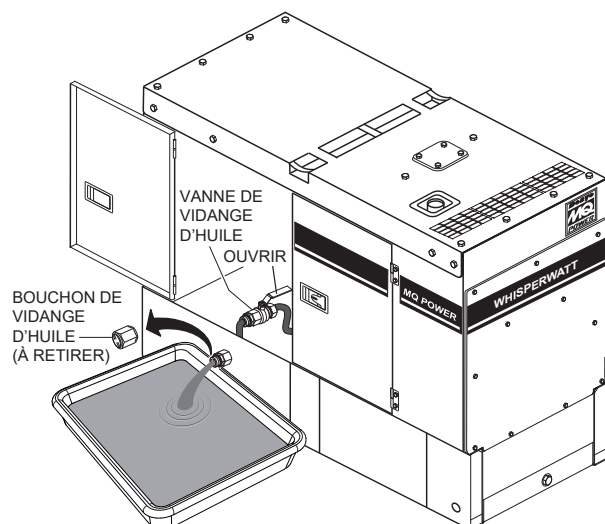

Figure 69. Vidange de l'huile moteur
4. Retirez le **bouchon de vidange d'huile** (Figure 69).
5. Placez la **vanne de** vidange d'huile en position ouverte (Figure 69) et laissez l'huile s'écouler dans un récipient approprié.